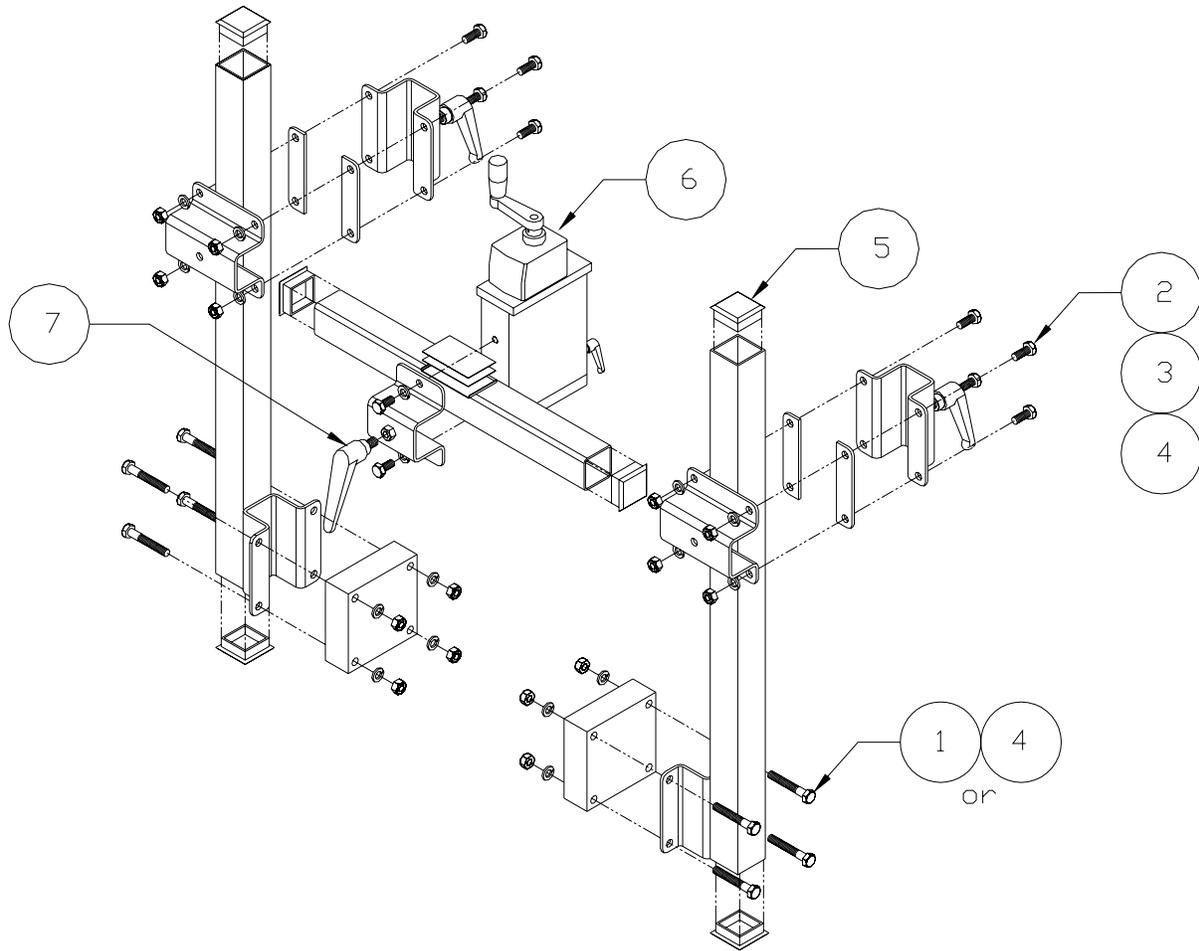

Figura 4-19 Montagem do Transdutor Fixado no Transportador
1. Montar o suporte do quadro como mostrado na Figura 4-19.